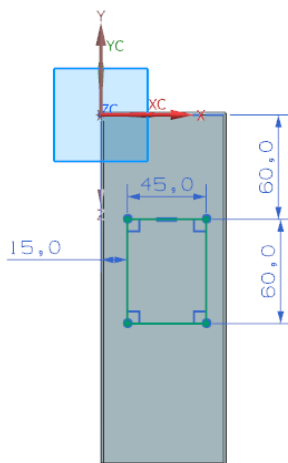

图 6-103 绘制草图
(3) 在“创建草图”对话框中，单击  按钮，进入草图设计环境，绘制如图 6-103 所示的裁剪轮廓。单击“完成”  图标，草图绘制完毕。